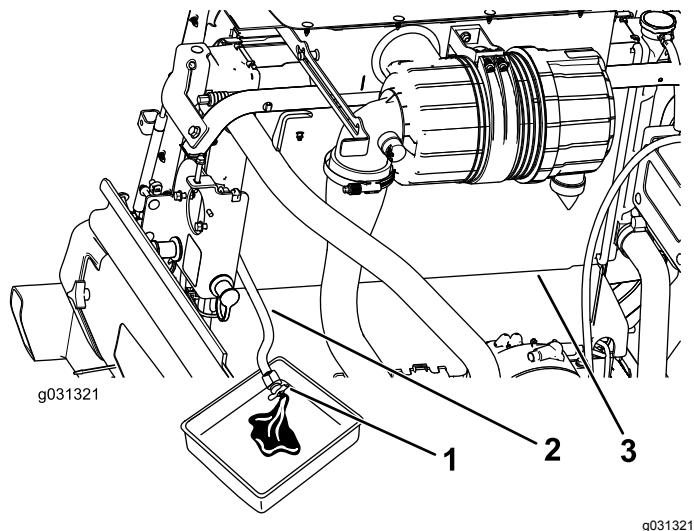

Figure 124
3. Placez le flexible de vidange du radiateur dans un bac de vidange, ouvrez le robinet de vidange sur le flexible de radiateur et vidangez le liquide dans le bac (Figure 124).
4. Fermez le robinet de vidange sur le flexible de vidange (Figure 124).